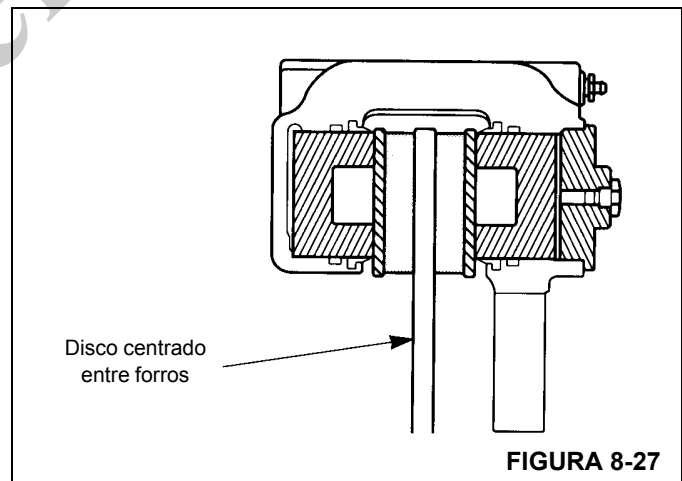

FIGURA 8-27
- b. Los suplementos deberán ser de acero, rectificados hasta quedar planos y paralelos y deberán cubrir toda la superficie de montaje del cubo o de la caja. Los forros deberán moverse libremente en la caja y entre las placas terminales. Consulte la (Figura 8-27).